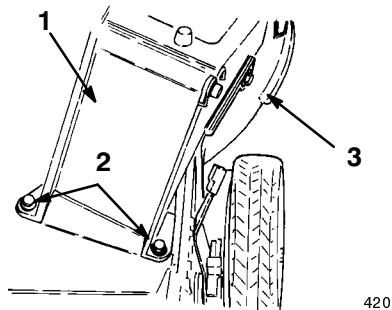

Figure 35
1. Boulon (4)
3. Montez l'ensemble éjecteur et volet sur la tondeuse en faisant coïncider les trous de l'éjecteur et ceux de la tondeuse (Fig. 35)